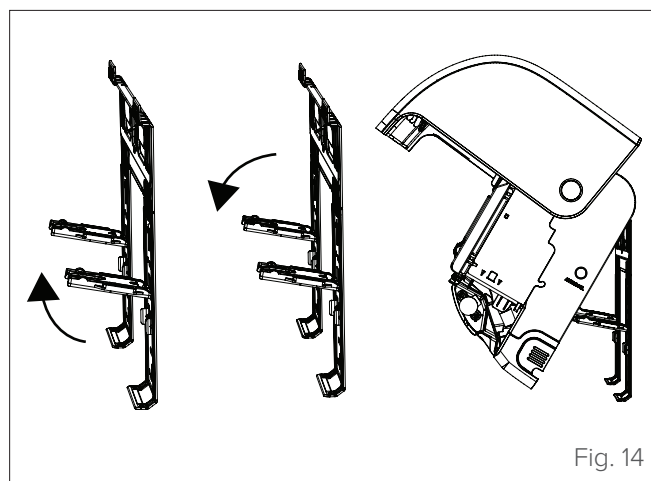

Fig. 14
- 2 Usare i supporti presenti nella piastra di montaggio per sollevare l'unità in modo da avere spazio sufficiente per collegare le linee frigorifere, i cavi elettrici e il tubo di drenaggio (vedere "Fig. 14").